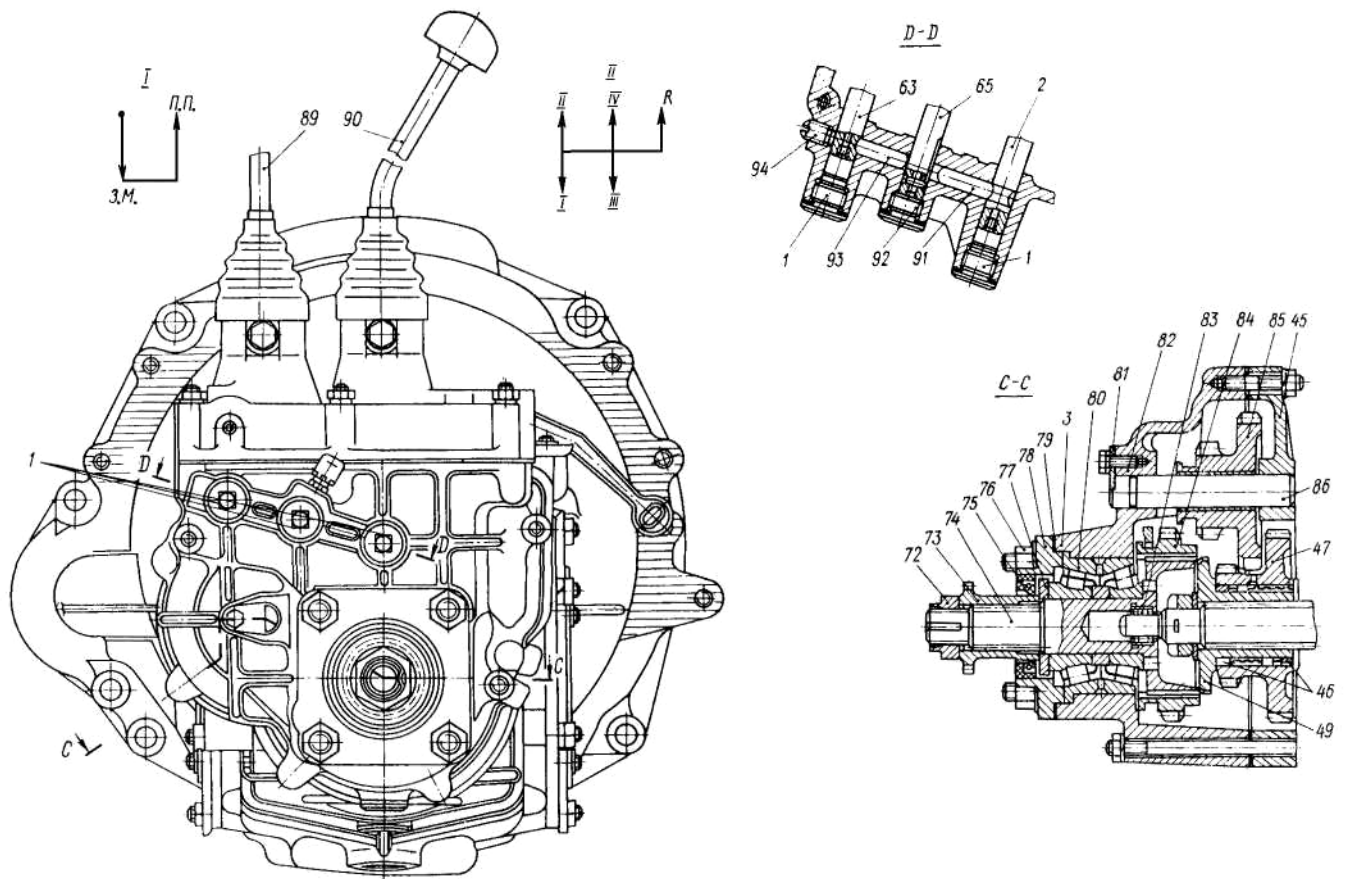
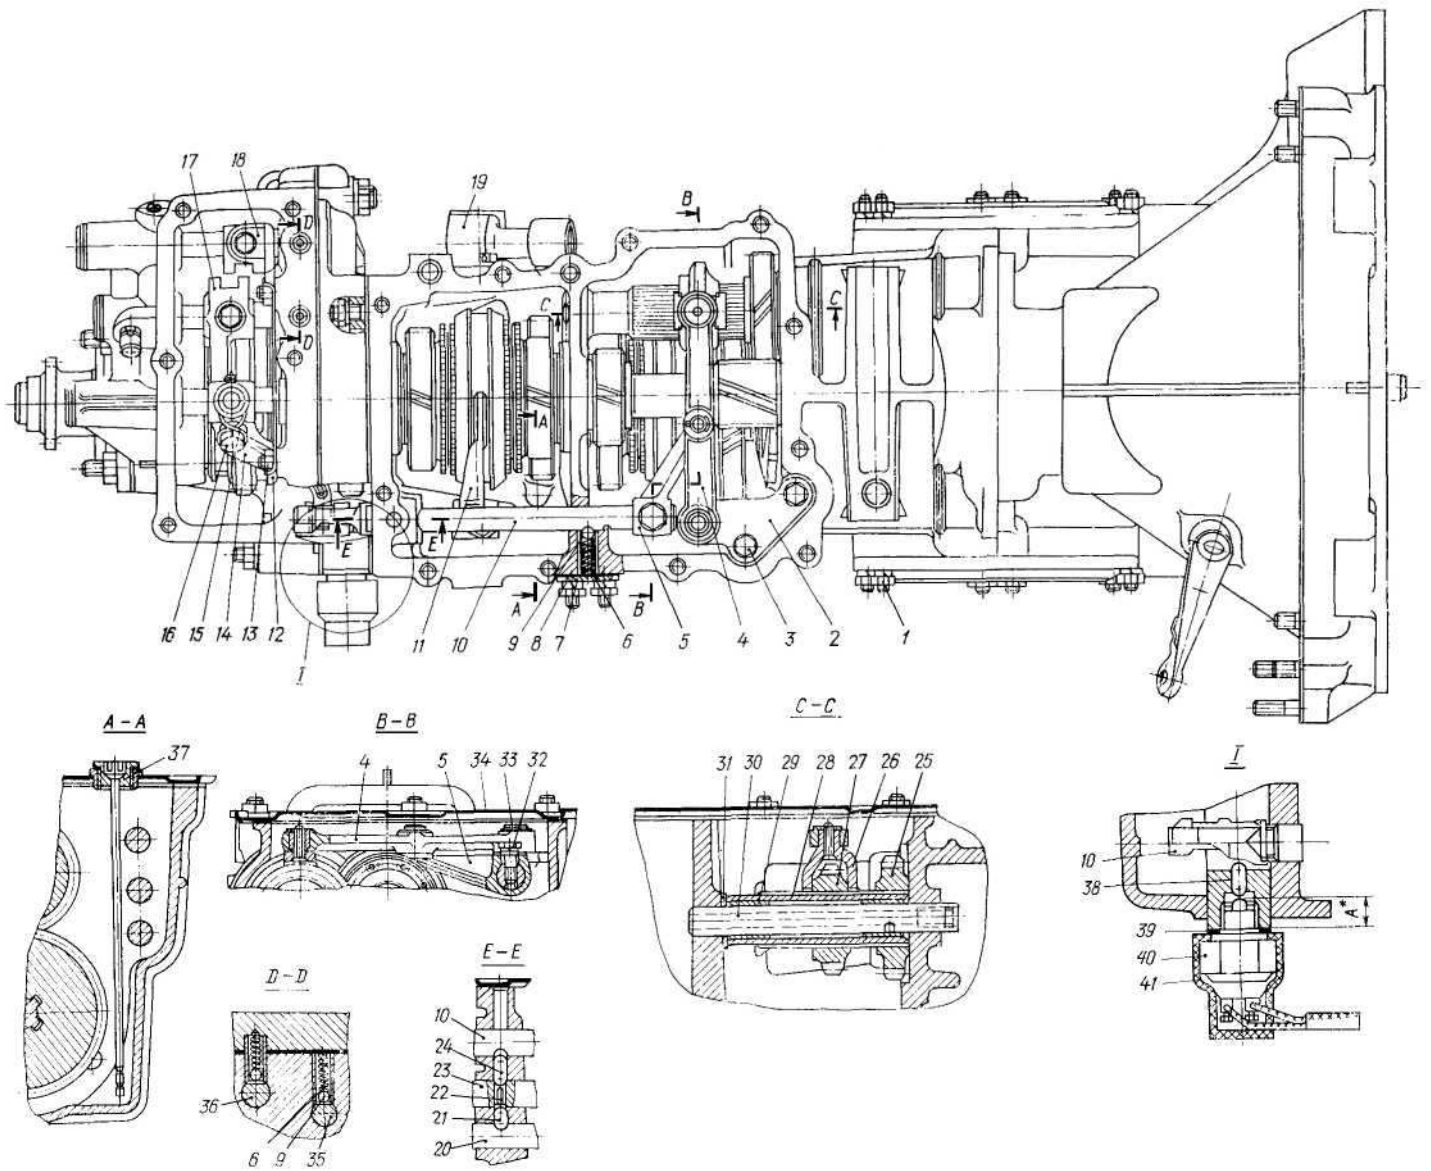
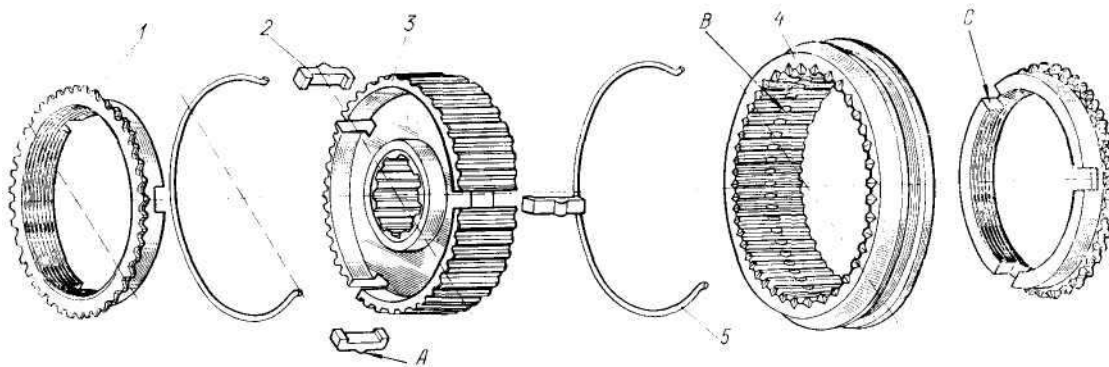
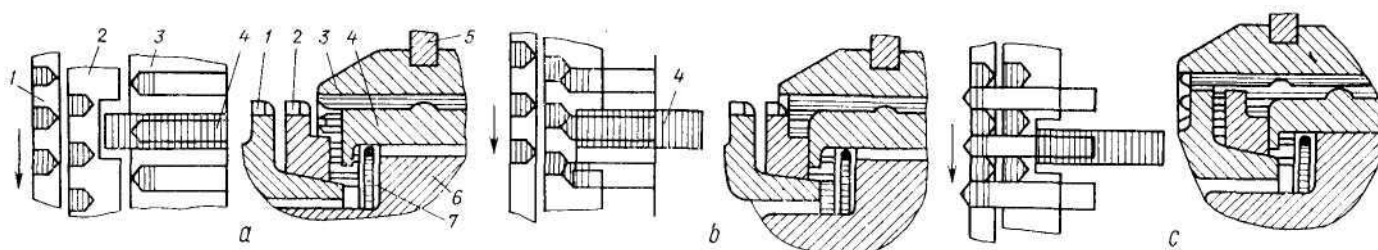

Рис. 117. Коробка передач (вид сбоку):
Рис. 118. Коробка передач (вид сверху, верхняя крышка снята):
Рис. 119. Синхронизатор:
Рис. 120. Схема работы синхронизатора:
Коробка передач (рис. 117 и 118) — механическая двухвальная, трёхходовая, с пятью передачами вперед и одной назад. Передаточное число I-ой передачи — 3,8, II-ой — 2,118, III-ей — 1,409, IV-ой — 0,964, понижающей передачи — 7,2 и передачи заднего хода — 4,156.
Ведущим является вал 26 (рис. 117) и имеющий с ним шлицевое соединение вал промежуточный 21. На них находятся все ведущие шестерни передач:
- I-ой передачи и передачи заднего хода (этой шестерней является сам вал 26, зубья которого находятся в зацеплении с ведомой шестерней 34 I-ой передачи), а также с промежуточной ведомой шестерней передачи заднего хода 25 (рис. 118);
- II-ой передачи (этой шестерней является сам промежуточный вал 21 (рис. 117), зубья которого находятся в зацеплении с ведомой шестерней 39 II-ой передачи);
Ось 30 (рис. 118) шлицевого вала 28 посажена в стенки картера с переходом от максимального зазора 0,012 мм к максимальному натягу 0,019 мм. Диаметр оси в стенке картера со стороны паза на 0,04 мм больше остальной части. Дополнительно от осевого перемещения ось удерживается усом крышки 24 (рис. 117), входящим в паз оси.
Устройство и работа синхронизатора. На вал коробки передач посажена на шлицах ступица 3 (рис. 119) муфты с надетой на неё шлицевой муфтой 4 (15, рис. 117) включения III и IV передач (для включения I и II передач такой муфтой является шестерня заднего хода ведомая 37 (рис. 117)). Шестерня 18 III-ей передачи и 12 — IV-ой (а для I-ой и II-ой передач — соответственно 34 и 39) имеет зубчатый венец 1 (рис. 120), которым она при включении передачи соединяется со ступицей 6 синхронизатора посредством муфты синхронизатора 3. На конусы зубчатых венцов шестерён надеты бронзовые блокирующие (тормозные) кольца синхронизатора 2 с нарезанной на их конусной поверхности маслосгонной резьбой. Блокирующие кольца сопряжены со ступицей синхронизатора сухарями 2 (рис. 119), которые установлены в соответствующих вырезах колец 1 и ступицы 3. Сухари прижимаются пружинными кольцами 5 к муфте 4. Таким образом, ступица 6 (рис. 120, а) в сборе с муфтой 3 и кольцами синхронизатора 2 вращается с частотой вращения вала, на который она посажена. Шестерни же в сборе с венцами 1 вращаются на своих подшипниках относительно муфты 3 (и колец 2), как правило, с другой частотой.
- в начале перемещения (рис. 120, б) муфта 3 скошенными торцами своих зубьев упирается в скошенные торцы зубьев блокирующего кольца 2 (совпадения зубьев муфты с впадинами венца блокирующего кольца вначале не происходит из-за того, что кольцо смещено ведущими его сухарями 4). От давления зубьев муфты на зубья кольца 2 последнее прижимается к конусной поверхности зубчатого венца 1, удаляет с неё своей резьбой смазку и нарастающей силой трения тормозит шестерню включаемой передачи;
- затормаживаясь и прекращая свободно вращаться на подшипнике, шестерня посредством ступицы синхронизатора оказывается в жёсткой связи с валом этой ступицы, и ведущий вал коробки передач приводится во вращение (при движущемся автомобиле) ведомым валом с частотой соответственно передаточному числу пары шестерён включаемой передачи; при дальнейшем перемещении муфты синхронизатора её зубья проскальзывают во впадины кольца и затем во впадины зубчатого венца шестерни — передача включена (рис. 120, с).
В картере 3 (рис. 117) понижающей передачи установлен механизм подключения редуктора заднего моста автомобиля к ведомому валу коробки передач. На ступице 74 этого механизма (являющейся валом отбора мощности) установлен зубчатый фланец 73, с которым соединяется приводной вал редуктора заднего моста. При отключённом редукторе заднего моста ведомый вал коробки передач и ступица 74 вращаются независимо друг от друга (на ступицу 74 передаётся крутящий момент задних колёс через колёсные редукторы, полуоси, редуктор заднего моста и приводной вал).
Передача заднего хода обеспечивается блоком из шестерён 25 и 27 (рис. 118). Промежуточная ведомая шестерня 25 заднего хода на шлицевой вал 28 напрессована, а промежуточная ведущая шестерня 27 заднего хода имеет со шлицевым валом шлицевое соединение и перемещается по нему вилкой включения 26 заднего хода. Шлицевой вал с запрессованными в него бронзовыми втулками вращается на оси 30. С шестерней 25, как уже указывалось выше, находится в зацеплении зубьями ведущей шестерни первой передачи вал 26 (рис. 117). Включение передачи заднего хода производится перемещением шестерни 27 (рис. 118) в зацепление с ведомой шестерней заднего хода 37 (рис. 117).
Все передачи, кроме понижающей, включаются рычагом 90 с ползуном 54. Ползун 54 посажен на шток 2 и с ним соединён болтом 55. Своим поводком ползун 54 при включении передачи размещается в пазу головки того штока (рис. 117), которым включается данная передача:
- верхняя головка — штока 10 (рис. 118) включения передачи заднего хода;
- средняя головка — штока 23 (рис. 118) включения III и IV передач;
- нижняя головка — штока 20 (рис. 118) включения I и II передач.
Для предотвращения возможности включения сразу двух передач штоки имеют замки. Так при включённой какой-либо передаче ползуном 54 (рис. 117) со штоком 2 замок 91 подвигается в упор к штоку 65. Если при этом задний мост включён, то толкатель 92 является расположенным по оси замков 91 и 93. Замок 91 подвигает этим толкателем замок 93 в лунку штока 63 вилки включения понижающей передачи и, следовательно, включение понижающей передачи становится невозможным. Таким же образом блокируется шток 2 при включённой понижающей передаче. Такую же замковую блокировку имеют штоки 10, 23 и 20 (рис. 118).
Длина замков 21, 24 (рис. 118), 91 и 93 (рис. 117) равна соответственно 9,98...10,10 мм; 15,18...15,33 мм; 33,93...34,10 мм; 29,36...29,50 мм, а толкателей замков 92 и 22 (рис. 118) — соответственно 12,38...12,50 мм и 11,36...11,50 мм.